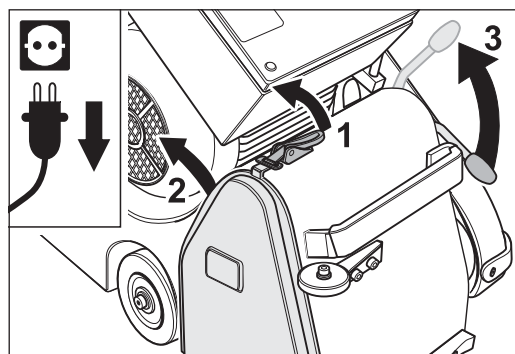

Abb. 14 Den Deckelverschluss öffnen (1) und das Abdeckblech entfernen (2). Den Bedienungshebel am Aggregat hochziehen (3) und dadurch die Spannwalze absenken.
- 8 Öffnen Sie den Deckelverschluss (Abb. 14, 1) und nehmen Sie das Abdeckblech an der rechten Seite des Maschinengehäuses ab (Abb. 14, 2).
- 9 Zum Auflegen eines Schleifbands ziehen Sie den Bedienungshebel des Aggregats nach oben (Abb. 14, 3). Dadurch wird die Spannwalze abgesenkt.